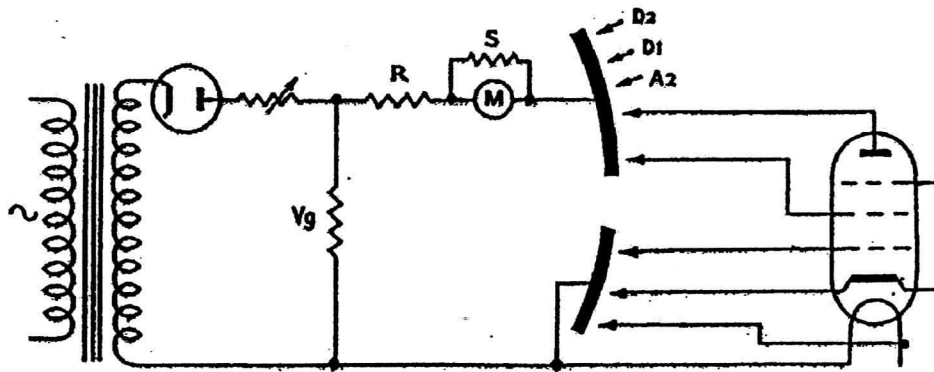

FIG. 3.
- De twee elektrostatische schermen S1 en S2 op de transformator voorkomen onjuiste mA/V aflezingen en bij het uitwisselen van een transformator moeten de schermen verbonden worden als aangegeven in het schema (Fig. 3)